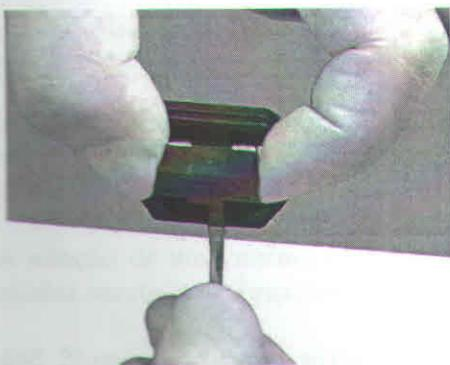

Figura 10
- Introduza uma chave de fenda (com ponta 3 mm) na ranhura existente no suporte do fusível. Empurre para cima e puxe o suporte para fora - Figura 10.